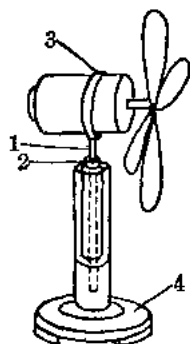

图 1
1. 自制大电扇的转动部分是在支承轴上(图 1)，为减小转动部分的摩擦，在支承轴下端套一个平面轴承或铜轴承*（俗称铜婆司），再把轴承固定在一根略大于轴的套筒杆上端，最后把套筒杆固定在较重的底座上，使重心下降，不易倾倒。